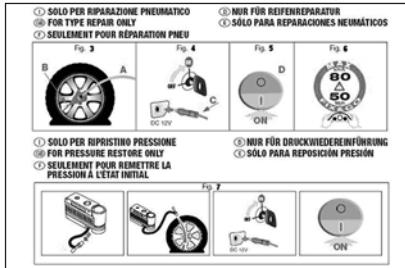

fig. 15
- folleto informativo **fig. 15**, para usar correctamente el kit de reparación rápida y sucesivamente para entregar al personal que deberá manejar el neumático tratado con el kit de reparación rápida;